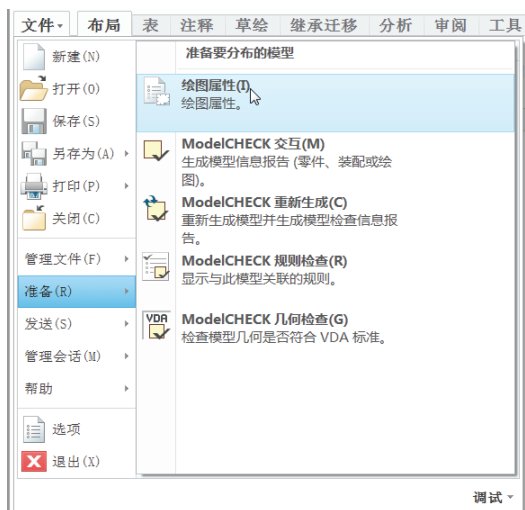

图 11-67 “文件属性”菜单
2) 在功能区的“文件”选项卡中选择“准备”→“绘图属性”命令，如图 11-67 所示，则系统弹出“绘图属性”对话框，接着在“绘图属性”对话框中选择“详细信息选项”右侧相应的“更改”选项，弹出“选项”对话框。